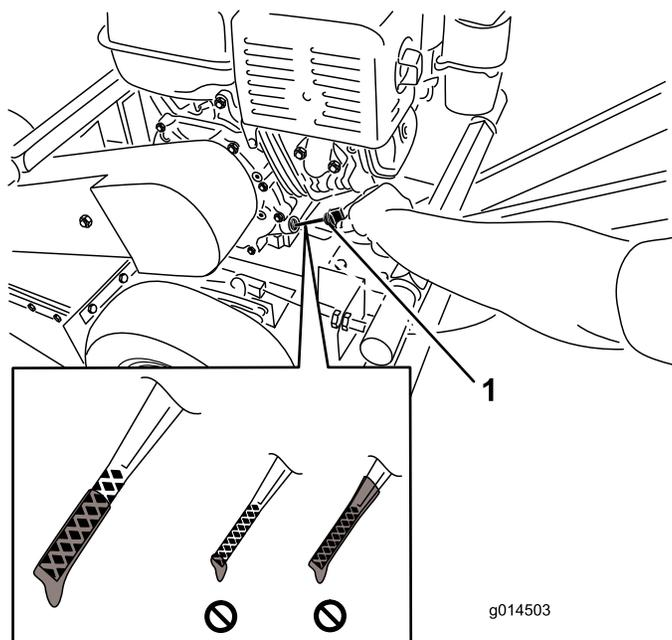

Figure 7
6. Sortez de nouveau la jauge et examinez l'extrémité. Le niveau d'huile doit atteindre le haut de la plage supérieure (Figure 7).